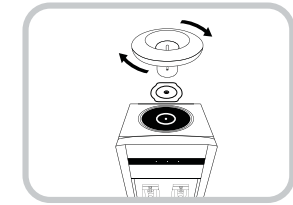

Fig. 1
2. Remueva el embudo girándolo hacia la izquierda o derecha según el modelo. Asegúrese que el Embudo de Agua Caliente (pieza de plástico semi-transparente) se encuentre colocado firmemente en la punta metálica del tanque. (Fig. 1)